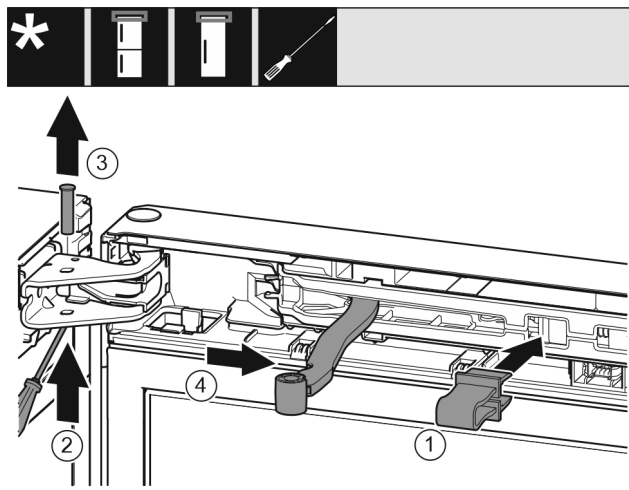

Fig. 9
- Uglavite osigurač Fig. 9 (1) u otvor.
- Izgurajte svornjak Fig. 9 (2).
- Izvadite svornjak Fig. 9 (3) prema gore.
- Okrenite zglob Fig. 9 (4) u smjeru vrata.